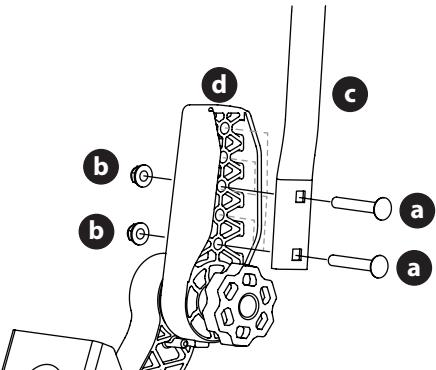

Figure 8
1. Retirez les deux vis de carrosserie (a) et les deux écrous de blocage à bride (b) qui fixent le levier de commande de transmission des barres de conduite (c) au dispositif de réglage de la poignée supérieure (d) (Figure 8).
2. Déplacez le levier de commande de transmission des barres de conduite vers l'une des trois hauteurs disponibles et fixez-le à l'aide des vis de carrosserie et des écrous de blocage à bride (Figure 8).
- Si les barres de conduite ne sont pas alignées après ce réglage, desserrez les écrous (b) des barres, alignez les barres de conduite et resserrez les écrous. Ainsi, les barres de conduite seront alignées lorsque vous ajusterez leur position dans le futur (Figure 8 à la page 83).